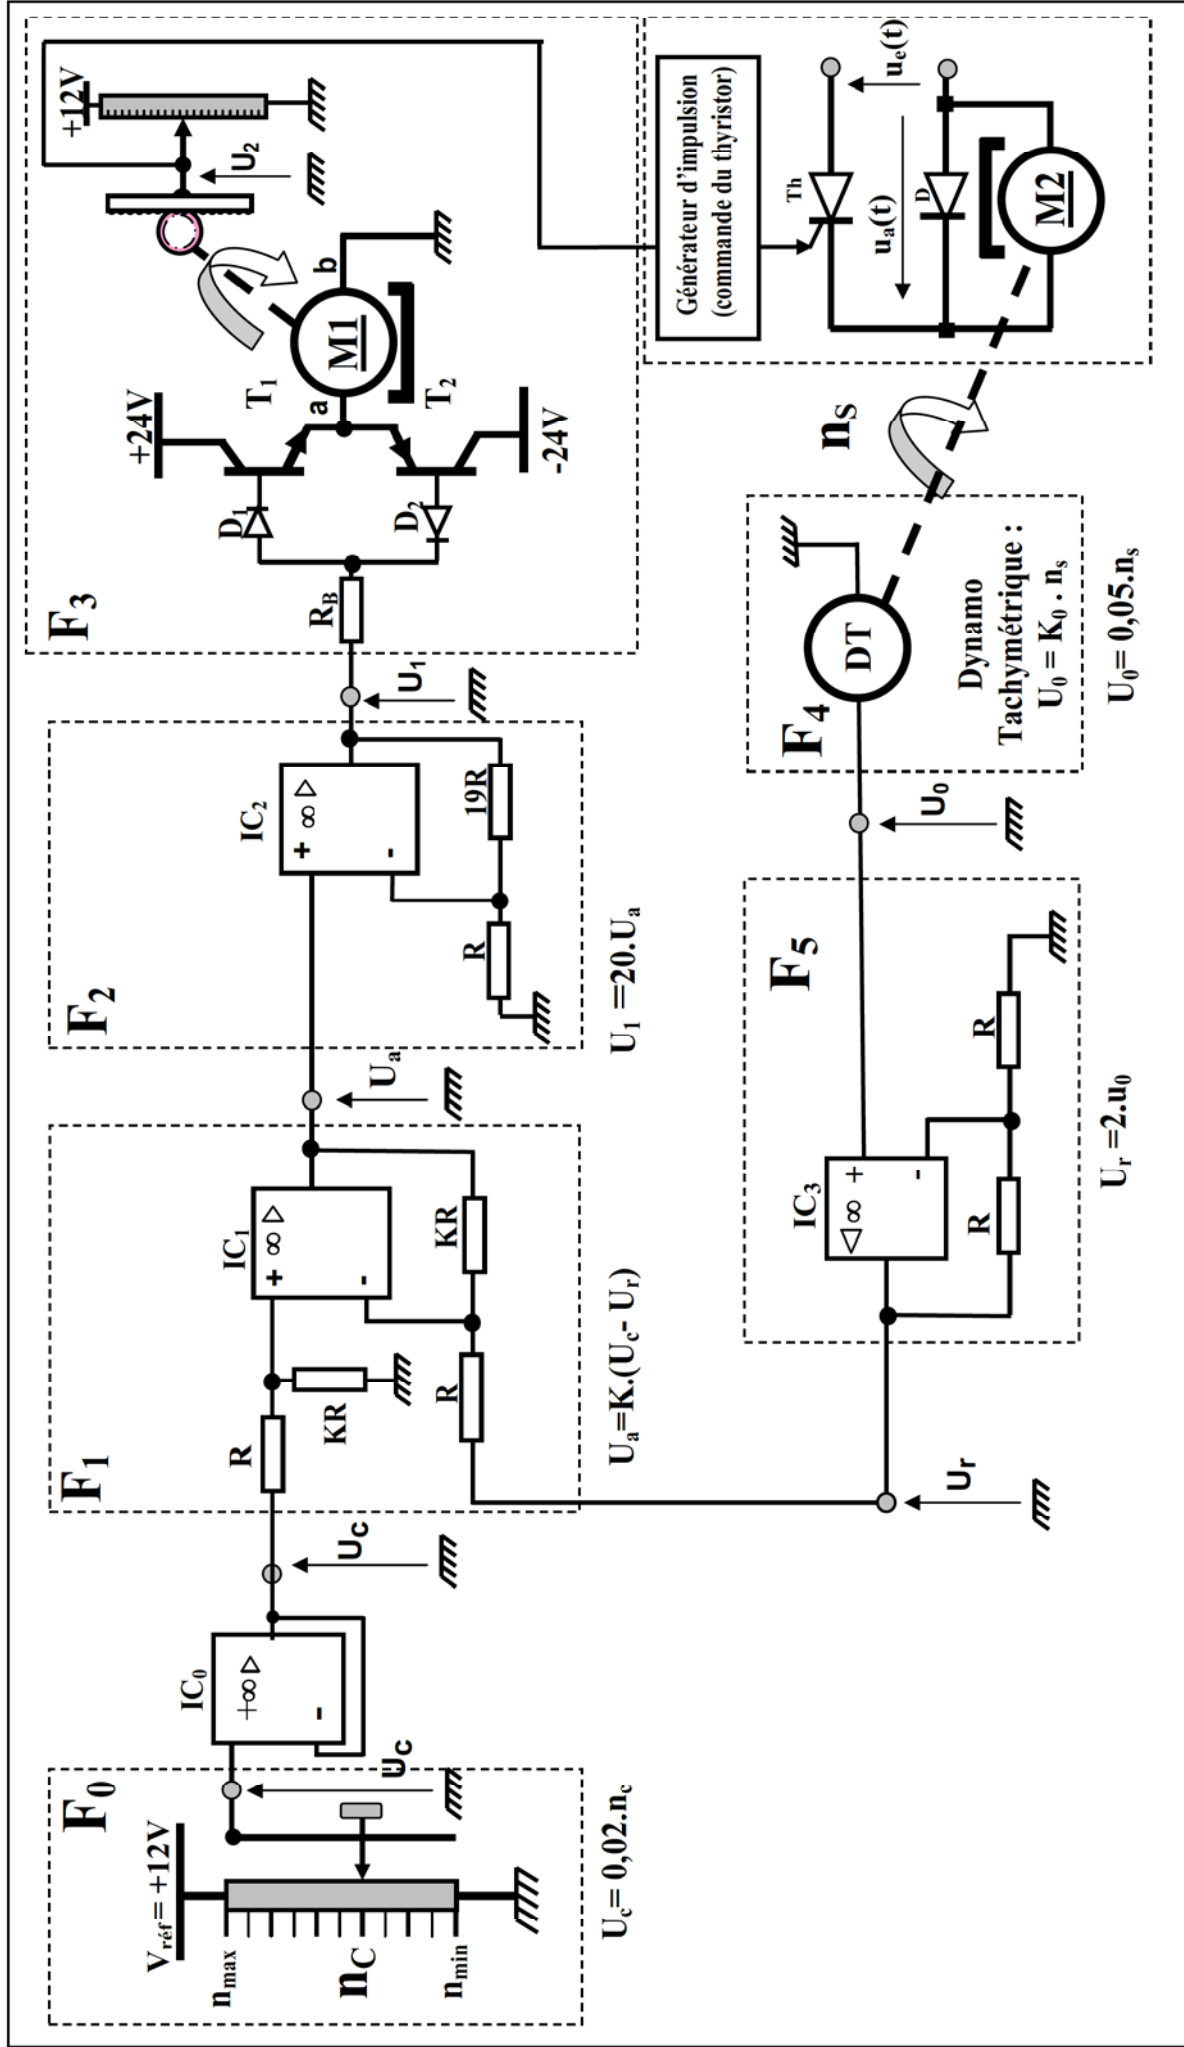

Figure 1 : Carte d'asservissement de vitesse d'un moteur à courant continu
- Le schéma cinématique de la boîte de vitesses dans la position 1^{er} vitesse et le cheminement du mouvement transmis depuis le moteur jusqu'à l'arbre de sortie 27 Fig 1